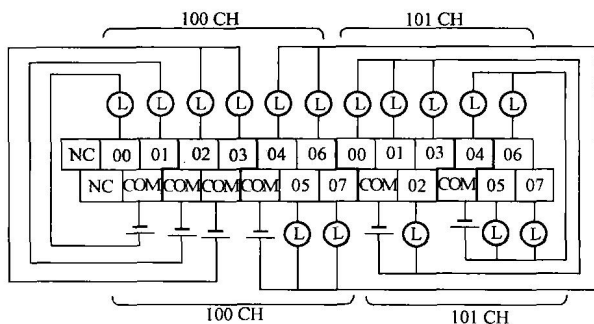

图 1-15 漏型晶体管输出及其负载的连接
2) 漏型晶体管输出及其负载的连接, 如图 1-15 所示。作为脉冲输出使用的情况下, 用 PLC 系统设定 [脉冲输出 0] ~ [脉冲输出 3] 进行设定。